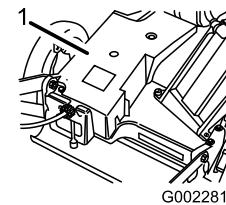

Figura 40
- Retire los pernos que fijan la cubierta de la correa (Figura 40) a la carcasa del cortacésped.